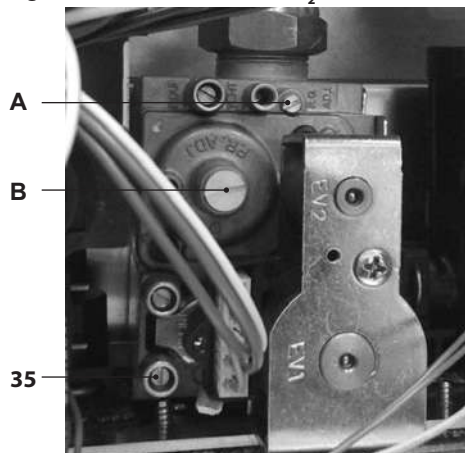

Figura 7.5
- A caldaia spenta (fuori servizio), controllare la pressione di alimentazione utilizzando la presa 35 in Figura 7.5 e confrontare il valore letto con quelli riportati nella tabella Pressioni di alimentazione gas nella sezione "Dati tecnici" pag. 34.
- Richiudere bene la presa di pressione 35 in Figura 7.5.
- Per tarare il **CO2** della caldaia (pressione del gas al bruciatore) svitare completamente il tappo in ottone di protezione B e agire sulla vite a brugola  $\varnothing$  4 mm sottostante Figura 7.5, girando in senso orario il **CO2** aumenta.
- Se i due dati non coincidono agire sulla vite regolazione massimo RQ (A in Figura 7.5) della valvola gas e tarare il **CO2** allo stesso valore riportato nella sezione "Dati tecnici" in tabella "Dati in sanitario" pag. 30 (modelli M260.1616 SV/T), pag. 34 (modelli M260.2025 SV/T) e pag. 38 (modelli M260.3035 SV/T). Girando in senso orario il **CO2** diminuisce.